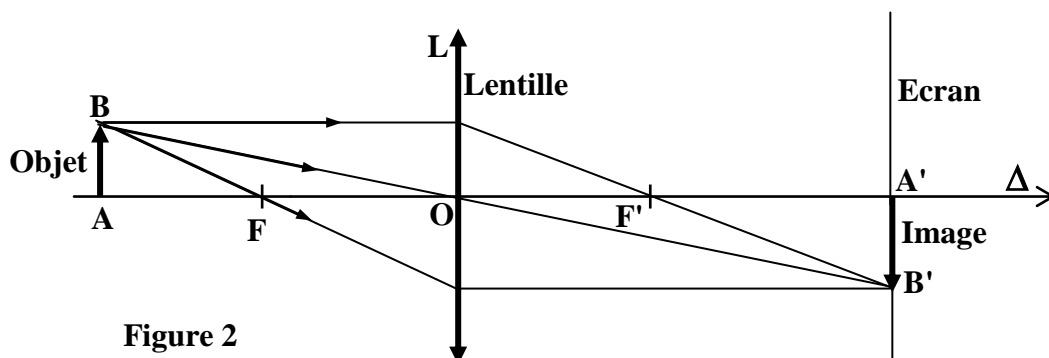

Figure 2
- Tracer sur le papier calque **le trajet réel** du faisceau lumineux traversant le prisme (voir l'exemple de la figure 2).
Considérons un objet lumineux réel  $AB$ , placé avant une lentille convergente  $L$  (figure 2). La droite orientée  $\Delta$ , d'origine  $O$  et qui est perpendiculaire à  $AB$  et à  $L$ , est appelée axe optique de la lentille.  $O$  est le centre optique de  $L$ ,  $F$  son foyer objet et  $F'$  son foyer image. La mesure algébrique  $\overline{OF'}$  (notée  $f'$ ) est appelée distance focale de la lentille. L'image  $A'B'$  de l'objet  $AB$  est projetée sur un écran. Sa construction se fait à partir de deux des trois rayons lumineux particuliers, partants tous de  $B$  et aboutissant à  $B'$ .
A partir d'un objet  $AB$  petit et d'une lentille mince convergente, on peut obtenir sur un écran une image  $A'B'$  plus grande : c'est le principe du projecteur de diapositives. On définit alors le grandissement  $\gamma$  par la relation :  $\gamma = \frac{\overline{A'B'}}{\overline{AB}}$ . C'est une grandeur algébrique : elle est positive lorsque l'objet et son image ont le même sens, négative dans le cas contraire. A partir du schéma de la figure 2, on peut montrer que :
➡ Pour faire cette partie (voir figure 2), suivre dans l'ordre les étapes suivantes :